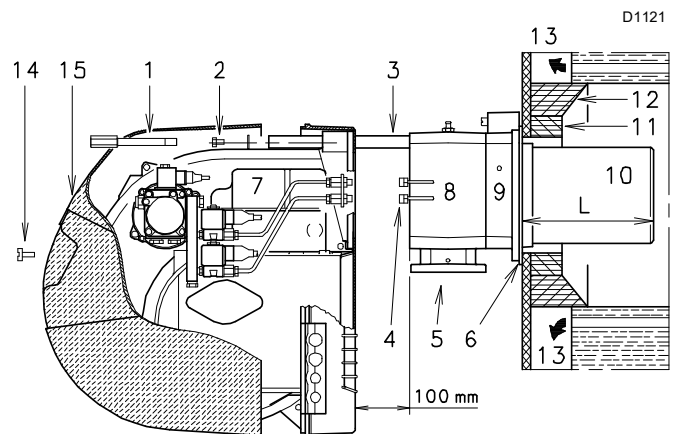

Abb. 11
- Trennen Sie den Flammkopf vom übrigen Teil des Brenners, (Abb. 11):
Befestigen Sie nach diesem eventuellen Vorgang den Flansch 9)(Abb. 11 auf Seite 17) an der Platte des Heizkessels und setzen Sie die beiliegende Isolierdichtung 6)(Abb. 11 auf Seite 17) dazwischen. Tragen Sie vor dem Benutzen der 4, ebenfalls mitgelieferten Schrauben entsprechende Freßschutzmittel auf. Die Dichtheit zwischen Brenner und Kessel muss gewährleistet sein.
- Den Brenner 4)(Abb. 17) wieder auf den Führungen 3) in einem Abstand von ca. 100 mm zur Muffe 5) montieren; der Brenner befindet sich dann in der in Abb. 11 auf Seite 17 dargestellten Position.
- Schließen Sie die Heizölschläuche durch Einschrauben der beiden Anschlüsse 4)(Abb. 11 auf Seite 17) wieder an.